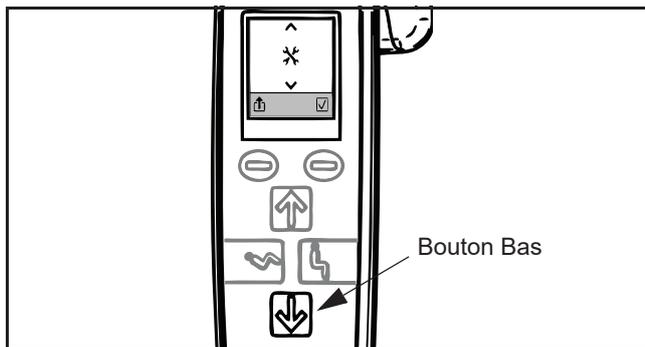

Fig. 62
- 3) Appuyer sur le bouton Système de pesée pour le mettre à zéro. L'écran affiche alors le poids zéro (voir fig. 62).